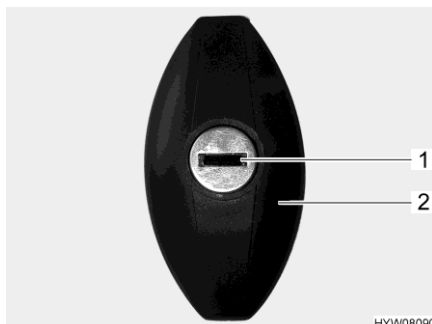

Fig. 34 Cerradura de la trampilla
- Introducir la llave en el cilindro de cierre (Fig. 34,1) y girarla media vuelta en sentido contrario a las agujas del reloj. El asidero de la cerradura (Fig. 34,2) se abre de golpe.